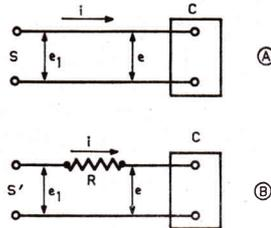

FIG. 3
Soit, par exemple, le cas du circuit C de la figure 3 et soit S la source de courant qui l'alimente. Si cette source alimente également d'autres circuits de consommation importante, une augmentation ou une diminution de consommation de C sera décelable par la mesure de la tension  $e$  aux bornes de C dans le cas (B) mais non, en général, dans le cas (A).